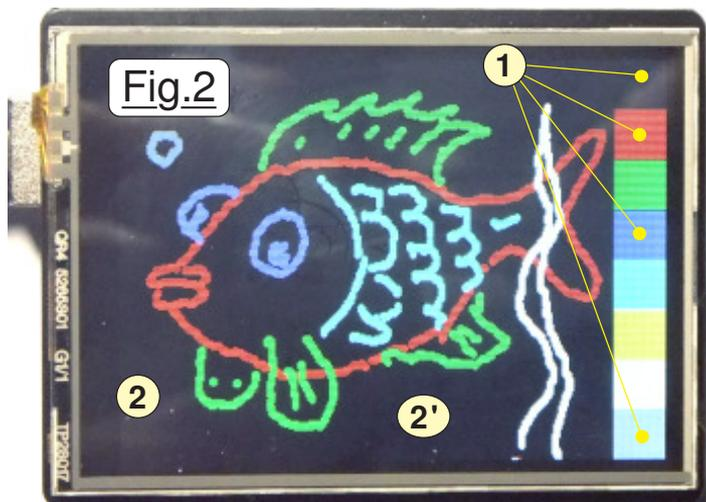

Fig.2
*Droites de couleur, Combinaison des deux, Tracés colorés de textes de différentes tailles etc*) La Fig.2 représente le résultat de l'un de ces programmes qui transforme ce dispositif électronique en tablette à dessiner. Dans cet exemple, "cliquer" en 1 sur la bande latérale à droite permet de sélectionner la couleur du tracé. Le dessin est obtenu en déplaçant un stylet sur le reste de l'écran en 2. L'image de la Fig.3 montre le résultat d'un autre programme qui est dérivé de ceux